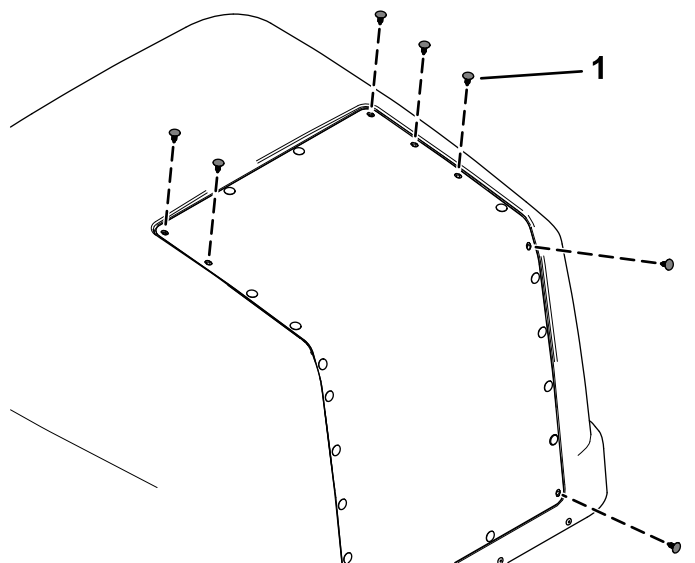

Figur 27
7. Fastgør hastighedspladebeslaget på markørbeslaget med 5 bræddebolte ( $\frac{1}{4}$ " x  $\frac{1}{2}$ "") og 5 låsemøtrikker ( $\frac{1}{4}$ "") som vist i Figur 27.